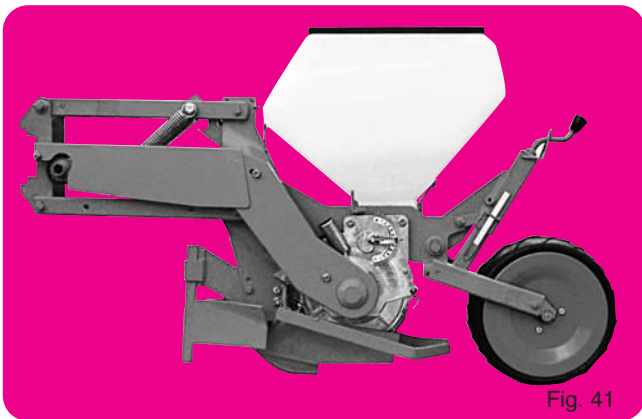

Fig. 41
- Roue tasseuse arrière plate autonettoyante 370 x 170 (fig. 41) avec raclettes intermédiaires longues, pour terrains souples et sableux.
- 370 x 170 self-cleaning flat rear press wheel (fig. 41) with long intermediate scrapers for soft, sandy ground
- Heckglatrolle selbstreinigend. 370 x 170 (Abb. 41) mit langen Zwischenabstreifern, für weichen und sandigen Boden.